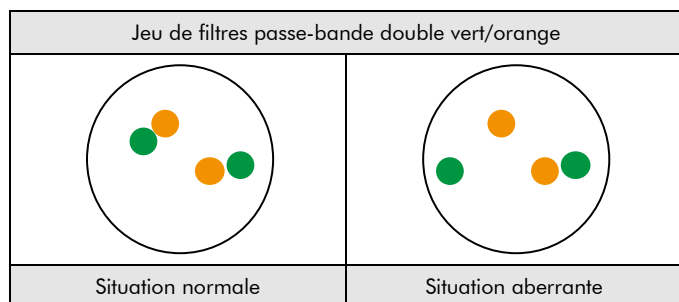

Fig. 2: Résultats attendus dans les noyaux en interphase normaux et présentant une aberration
**Situation normale :** Dans les interphases de cellules normales ou de cellules sans translocation impliquant la région du gène FGFR3, deux signaux de fusion vert/orange apparaissent (Voir figure 2).
**Situation aberrante :** Une région du gène FGFR3 affectée par une translocation est indiquée par un signal vert et un signal orange distincts (Voir figure 2).